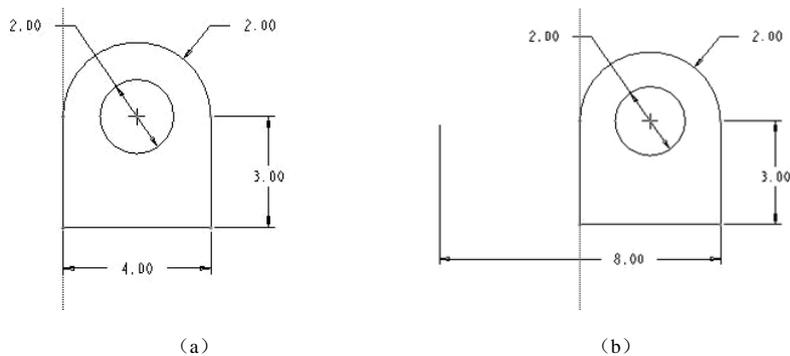

图 2-40 标注截面绕中心线旋转的直径
(1) 单击草绘命令工具栏中的绘制中心线按钮 。
(2) 绘制如图 2-40 (a) 所示的一条中心线。
(3) 单击草绘图的右侧边线，然后单击中心线，再单击右侧边线，最后单击鼠标中键，完成截面绕中心线旋转直径的标注，如图 2-40 (b) 所示。